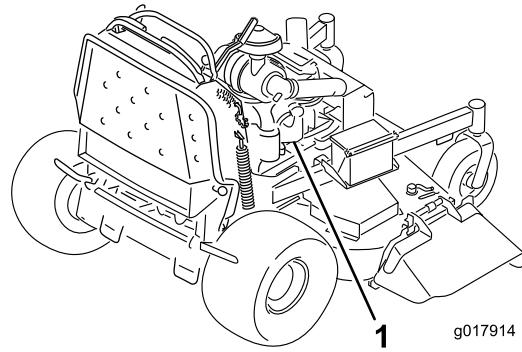

Figure 55
7. Faites la dernière connexion sur le bloc moteur du véhicule en panne (pas à la borne négative de la batterie) loin de la batterie et reculez-vous (Figure 55).